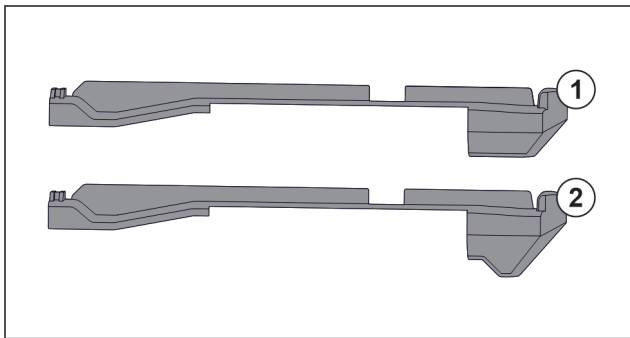

Fig. 74 Confronto degli elementi inseribili
Nell'apparecchiatura si trovano due diversi elementi inseribili. L'elemento inseribile sopra il cassetto più in basso Fig. 74 (2) presenta un bordo triangolare. Tutti gli altri elementi inseribili Fig. 74 (1) dispongono di un bordo diritto.
- ▶ Applicare l'elemento inseribile Fig. 74 (2) con il bordo triangolare sopra il cassetto più in basso.
- ▶ Applicare l'elemento inseribile Fig. 74 (1) con il bordo diritto su tutti gli altri punti.